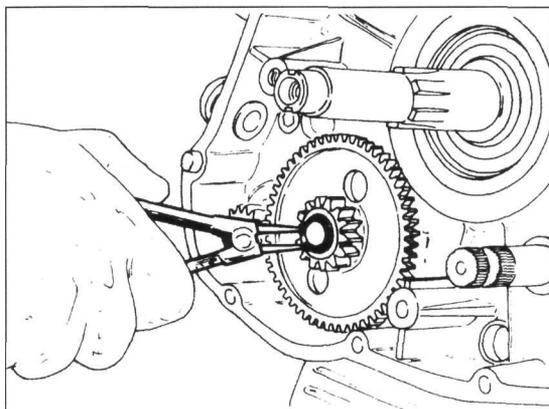

Bild 87
- Seegerring des Starterzwischenrads mit entsprechender Zange ausfedern (Bild 87) und samt Scheiben vorn und hinten von Zapfen abnehmen.